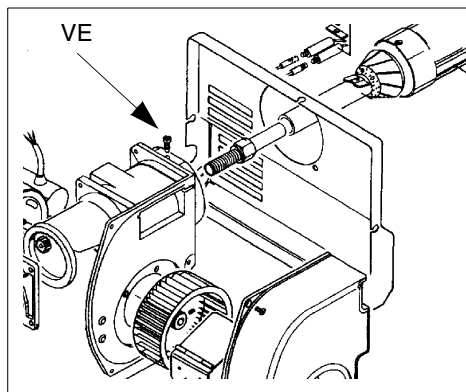
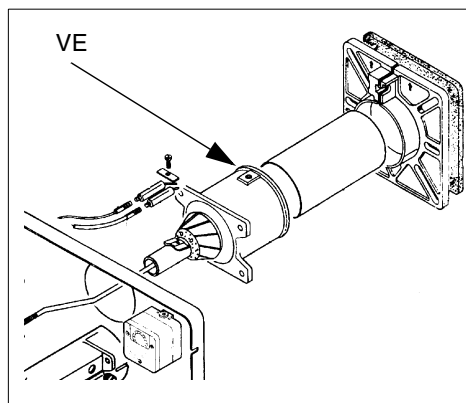
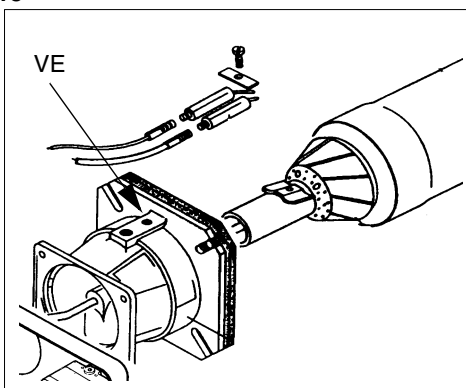

Fig. 28a
Fig. 28b
Fig. 28c
- Smontaggio esame e pulizia testa di combustione (vedi Fig. 28a, Fig. 28b, Fig. 28c);
Tipo S3 (Fig. 28a) e S5 (Fig. 28b)
Tipo S10 - S18 (Fig. 28c)